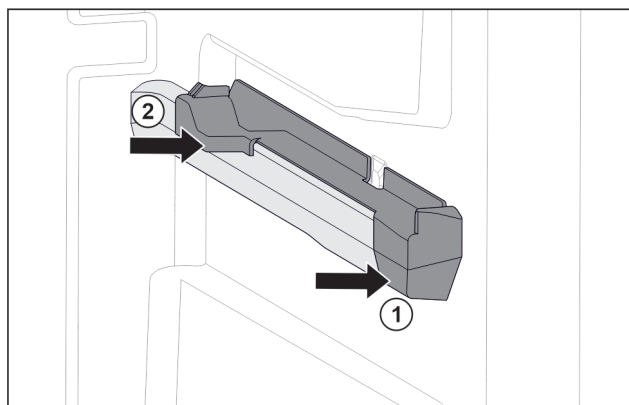

Fig. 94 Nasazovací díl na pravém žebrování na nádoby
- Nasad'te nasazovací díl na žebrování na nádoby. Fig. 94 (1)
- Přitlačte nasazovací díl k zadní části. Fig. 94 (2)